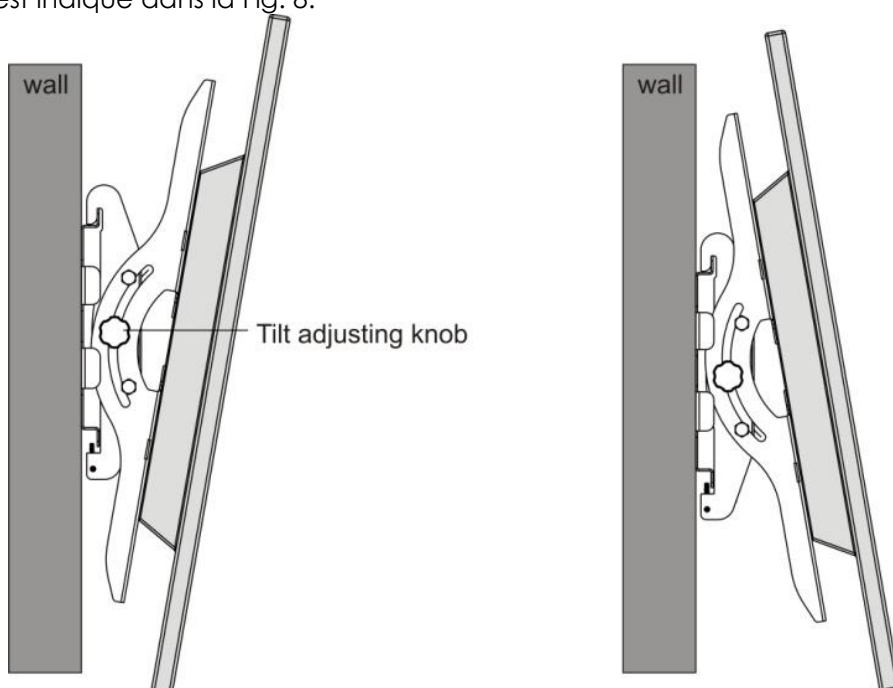

Fig. 8
- Une fois le support mural correctement fixé contre le mur, soulevez doucement votre télévision avec l'aide d'une autre personne et placez les crochets supérieurs au-dessus du rail de la plaque murale, comme cela est indiqué dans la Fig. 8.